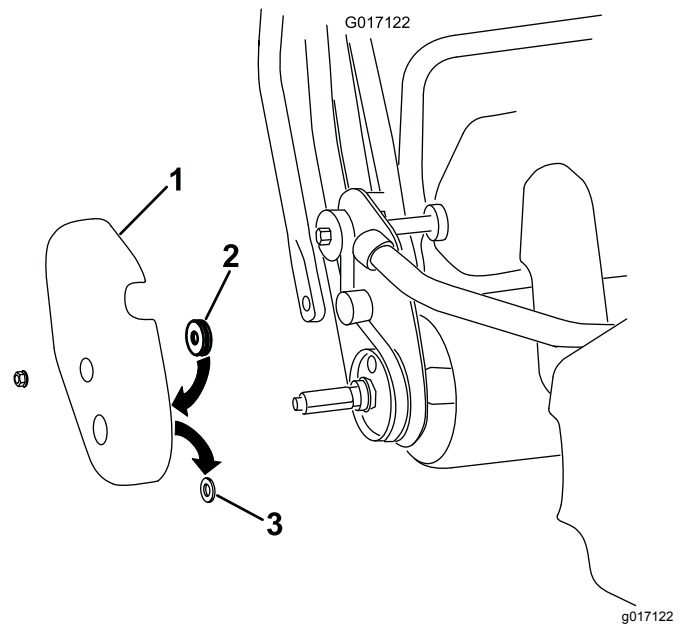

Figure 9
- A. Déposez le couvercle droit de tambour de la machine (Figure 9).
- B. Retirez et mettez au rebut l'œillet en caoutchouc situé dans le trou d'essieu du couvercle du tambour (Figure 9).
- C. Fixez le joint en feutre à l'intérieur du couvercle, autour du trou d'essieu (Figure 9).